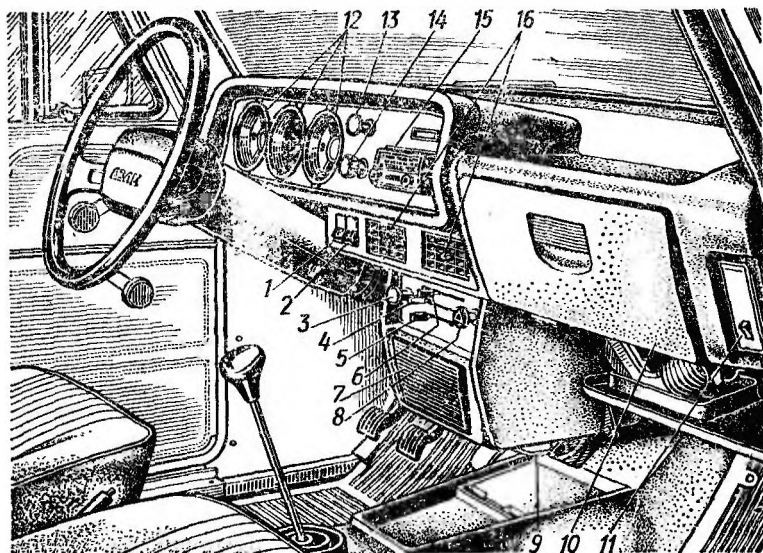

Рис. 7. Оборудование места водителя:
Ручка 3 (рис. 7) управления воздушной заслонкой карбюратора. При вдвинутой до упора ручке заслонка открыта полностью; при вытянутой до отказа — заслонка полностью закрыта.
**Выключатель 8** (см. рис. 7) аварийной световой сигнализации, сигнализация включается при вынужденной остановке или стоянке на проезжей части дороги вытягиванием до отказа ручки выключателя. При этом загораются четыре мигающих лампы указателей поворота в подфарниках и задних фонарях и контрольная мигающая лампа красного цвета внутри ручки выключателя.
Плафоны II внутреннего освещения кузова (см. рис. 7) расположены на панели приборов (по одному справа и слева) и над задним сиденьем. Плафоны функционируют только при вертикальном положении ключа в замке зажигания (положения I или III). Плафоны включаются одновременно при открывании левой передней и правой задней дверей. При закрытых дверях каждый плафон включается клавишей, расположенной на нем.
Ручка 14 (см. рис. 7) комбинированного выключателя, предназначенного для управления работой стеклоочистителя ветрового окна, очистителей фар, омывателя ветрового стекла и омывателей рассеивателей фар.